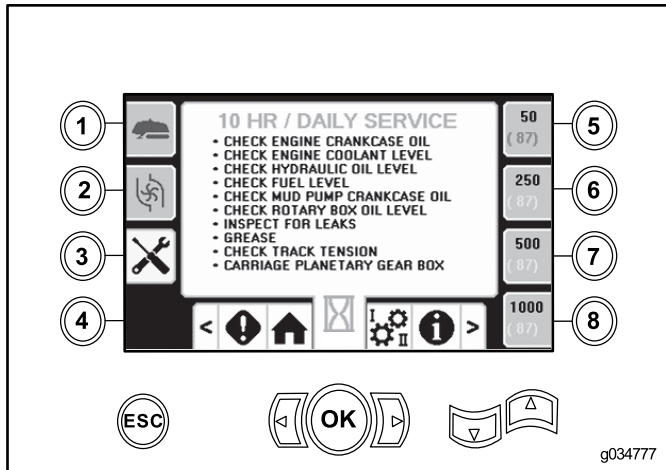

Figura 5
- Botón 3 – Programa de mantenimiento de 10 horas/diario (Figura 5)